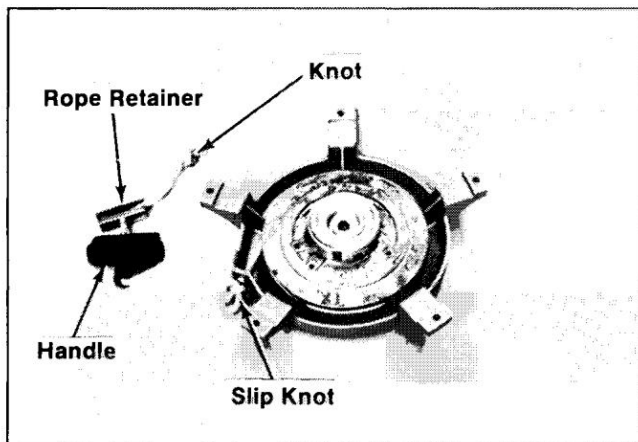

Figure 7-12. Retrait de la poignée.
2. Tirez sur la corde d'environ 12" et attachez un nœud temporaire (glissant) pour l'empêcher de se rétracter dans le démarreur. Reportez-vous à la Figure 7-12.
18. Glissez la poignée et le dispositif de retenue de corde sur la corde. Faites un seul nœud au bout de la corde et installez le dispositif de retenue de la corde dans la poignée. Reportez-vous à la Figure 7-12.